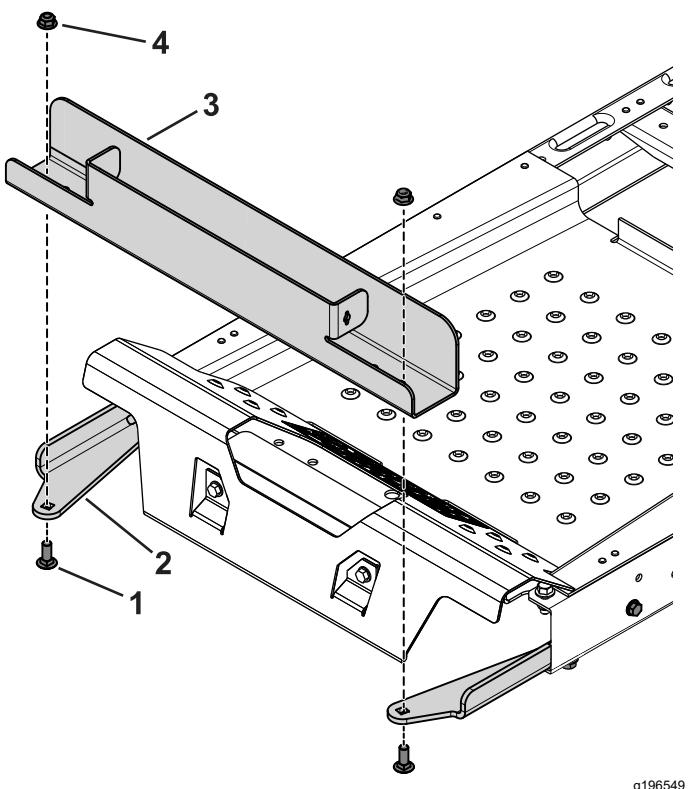

Figura 4
3. Utilizai cele 2 uruburi de fixare ($\frac{3}{8} \times 1"$) i piuliele cu guler pentru a fixa compartimentul pentru greutate la elementele de montare (Figura 4).